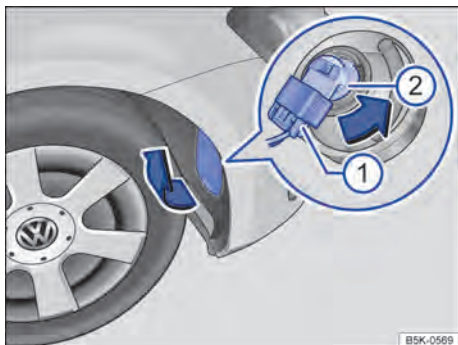

Fig. 220 No protetor da caixa de roda dianteiro direito: substituir a lâmpada incandescente no farol.
3.	Se necessário, levantar com cuidado a cobertura no protetor da caixa de roda, no sentido da seta, com a lâmina plana da chave de fenda das ferramentas de bordo ⇒ Fig. 220.
4.	Destruavar e retirar o conector ①.
5.	Girar o suporte de lâmpadas ② até o batente no sentido anti-horário (seta) e retirar para trás com a lâmpada incandescente.
8.	Encaixar o conector ① no suporte da lâmpada ②. O conector deve encaixar audivelmente.
9.	Encaixar a cobertura no protetor da caixa de roda ⇒ Fig. 220.